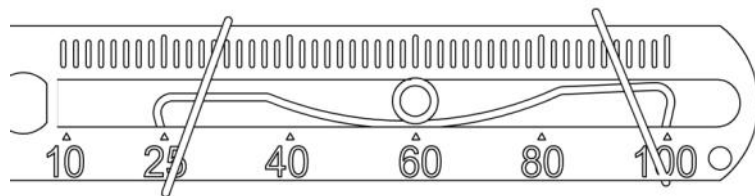

图 21. 反馈杆 B 和传动销连接
- 对于反馈杆 A，使直行程安装支架⑦贴住执行器，反馈杆⑤的头部进入 U 型杆①。对于反馈杆 B，把传动销⑪插入到反馈杆 B 插槽内的固定弹簧上，如图 21 所示。调整位置，